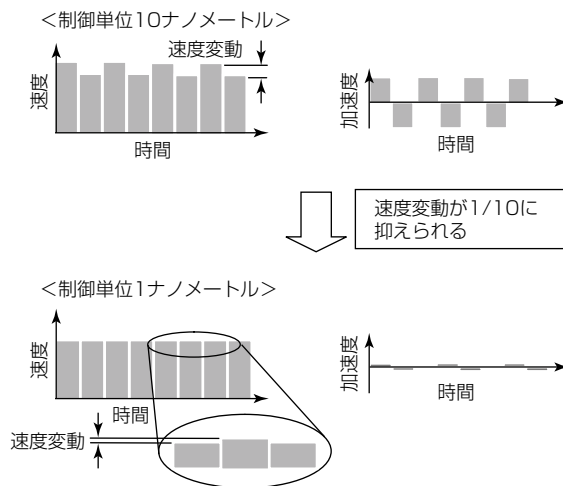

図2. ナノメートル補間
- (1) NC軸及び主軸の軸数仕様は、それぞれ2軸旋盤と簡易M/Cに合わせた(表1)。
- (2) 上位機種と同等の精度を持つ内部1ナノメートルの位置補間演算によって、滑らかな加工指令を出力し、後述のコンバータ内蔵型の超小型ドライブユニットDJシリーズとの組合せで高い加工精度を実現した(図2)。
- (3) PLC(Programmable Logic Controller)のプログラムでは、記憶容量を一般の旋盤でも必要とされている8,000ステップとし、ラダーの高速処理によって高生産性を実現した。
- (4) 操作面では、上位機種と同じ画面デザインにすることで使用感を統一し、さらに、カスタム画面の表示も可能とした。
- (5) パラメータ設定・操作上でトラブルシューティングに用いるガイダンスをコンパクトフラッシュに格納する方式を採用し、ガイダンスの要否をユーザー側で選択可能とした。